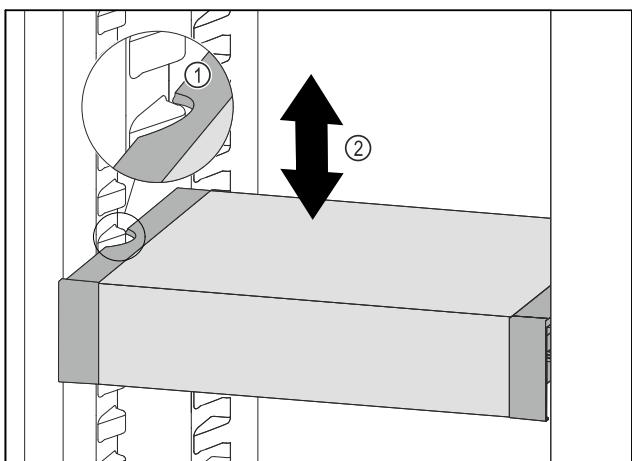

Fig. 91
- Потягнути VarioSafe вперед, поки бокові заглиблення VarioSafe не опиняться на рівні ребра для резервуара в охолоджувальному відділенні. Fig. 91 (1)
- Пересувайте VarioSafe вгору або вниз в охолоджувальному відділенні до тих пір, поки не досягнете бажаної висоти. Fig. 91 (2)